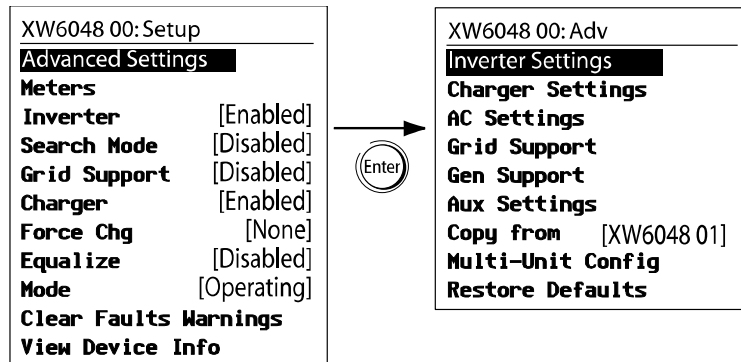

Рис. 3-2 Выбор Advanced Settings (Расширенные настройки)
- Выделив в меню Setup (Настройка) пункт Basic Settings (Основные настройки) или Advanced Settings (Расширенные настройки), нажмите кнопку Enter. См. Рис. 3-2.